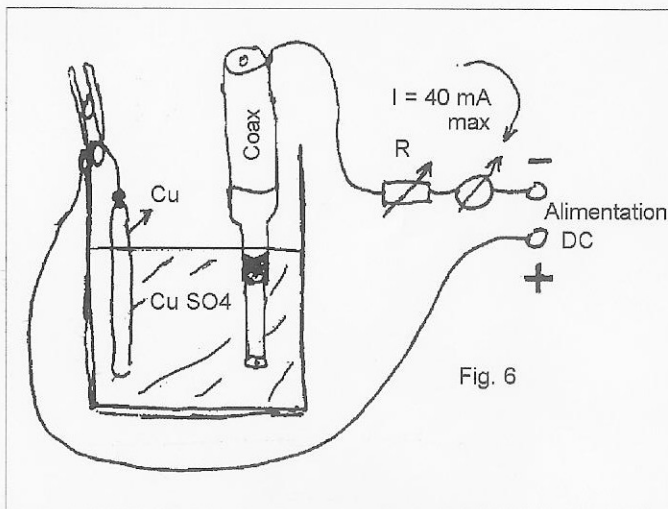

Fig. 6
f) Plonger le bout du câble dans la solution de façon à immerger complètement la section de gaine à restaurer, pas plus : FIG. 6.